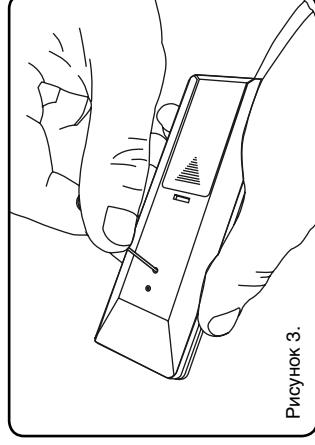

Рисунок 3.
- Для регулировки крайнего верхнего положения нажмите булавкой кнопку регулировки на обратной стороне пульта управления (рисунок 3). При этом включится светодиод. Далее нажмите однократно кнопку «Поднять» (рисунок 4) и далее с помощью кнопок «Поднять» и «Опустить» (рисунок 4) выставьте крайнее верхнее положение корпуса экрана. Для завершения операции нажмите булавкой кнопку регулировки.
- Для регулировки крайнего нижнего положения нажмите булавкой кнопку регулировки на обратной стороне пульта управления (рисунок 3). При этом включится светодиод. Далее нажмите однократно кнопку «Поднять» (рисунок 4) и далее с помощью кнопок «Поднять» и «Опустить» (рисунок 4) выставьте крайнее нижнее положение корпуса экрана. Для завершения операции нажмите булавкой кнопку регулировки.